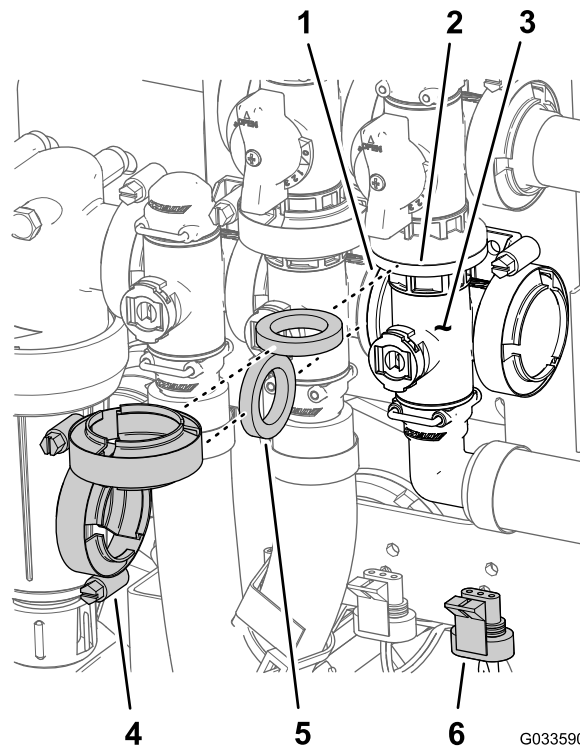

Figure 129
1. Alignez la bride du collecteur de la vanne générale des rampes, un joint et la bride de la vanne de dérivation générale (Figure 129).
2. Fixez en place le collecteur de la vanne générale, le joint et la vanne de dérivation générale des rampes avec un collier serré à la main (Figure 129).
3. Alignez la bride du collecteur de la vanne générale des rampes, un joint et le collecteur de la vanne d'agitation (Figure 129).
4. Fixez en place le collecteur de la vanne générale des rampes, le joint et le collecteur de la vanne d'agitation avec un collier serré à la main (Figure 129).
- Fixez la vanne d'agitation sur son support à l'aide du boulon à embase et du contre-écrou à embase (Figure 129) que vous avez retirés à l'opération 3 de Dépose du collecteur de la vanne générale des rampes \(page 83\), et serrez l'écrou et le boulon à un couple de 10 à 12 N·m (90 à 110 po-lb).